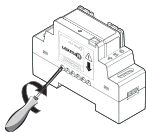

figura 3
4. Aperte os 6 parafusos do receptor para fixar os dois elementos um no outro (ver figura 3).